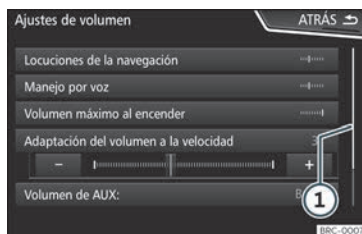

Fig. 131 Entradas dunha listaxe dun menú de axustes.
A barra de desprazamento amósase á dereita e o seu tamaño depende das entradas da listaxe »» **fig. 131** ①.